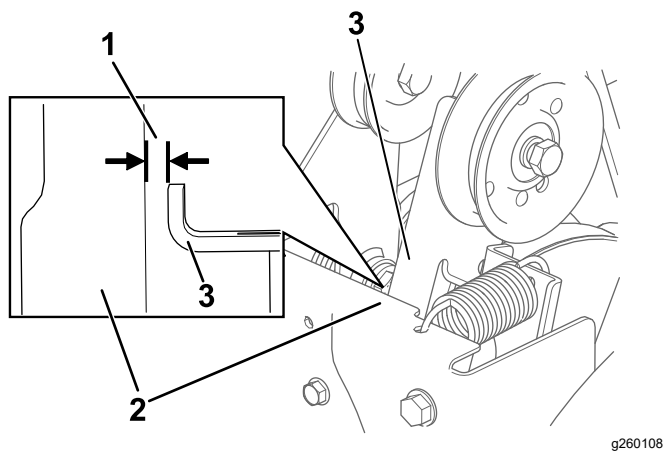

図 31
3. オーガーインペラレバーを解除した状態で、オーガークラッチアームとマシンフレームとの隙間が、図 31に示す通り1.5 mmになるようにする。